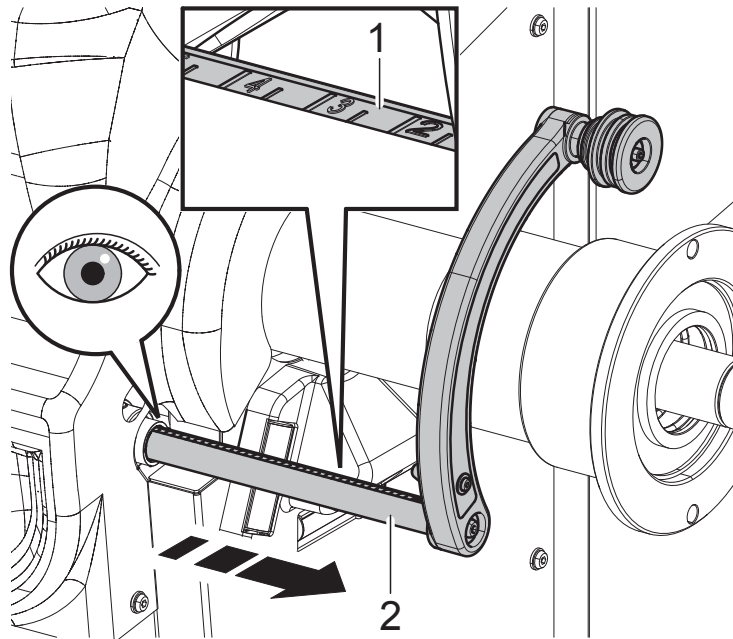

Fig. 56
2. leer el valor indicado en la escala graduada (Fig. 56 ref. 1) fijada en el brazo calibre de distancia/diámetro (Fig. 56 ref. 2);